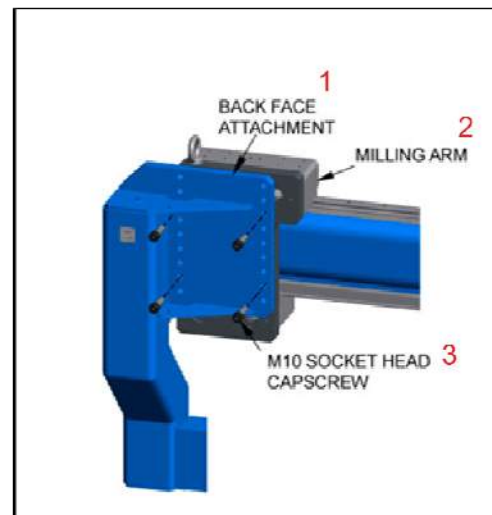

Рис. 21. Детализовка узла насадки для обратной подрезки торца
2. Закрепите насадку для обратной подрезки на фрезерном хоботе четырьмя винтами с углублением под ключ M10, как показано на Рис. 21. Затяните винты с головкой под ключ с усилием 58 Нм (42 фут-фунтов). Высоту насадки для обратной подрезки торца можно регулировать с помощью имеющихся монтажных отверстий. Положение насадки для обратной подрезки торца следует выбирать в соответствии с толщиной фланца.